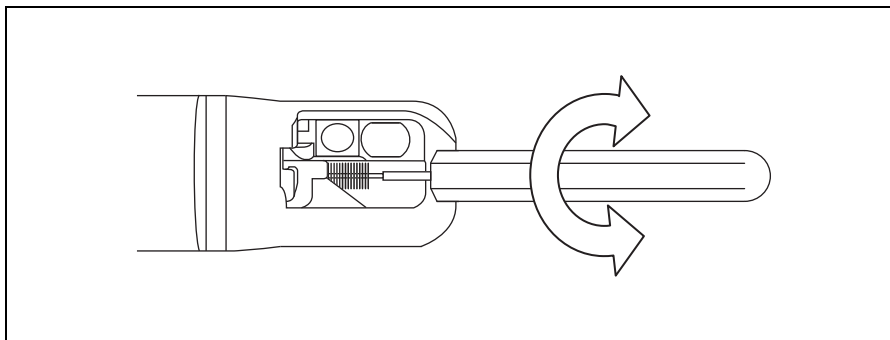

Figura 5.28
8. Dê três voltas completas à escova inserida, certificando-se de que a extremidade da escova toca na parede atrás do elevador da pinça (consulte Figura 5.28) e mantendo a extremidade distal do endoscópio mergulhada na solução detergente.